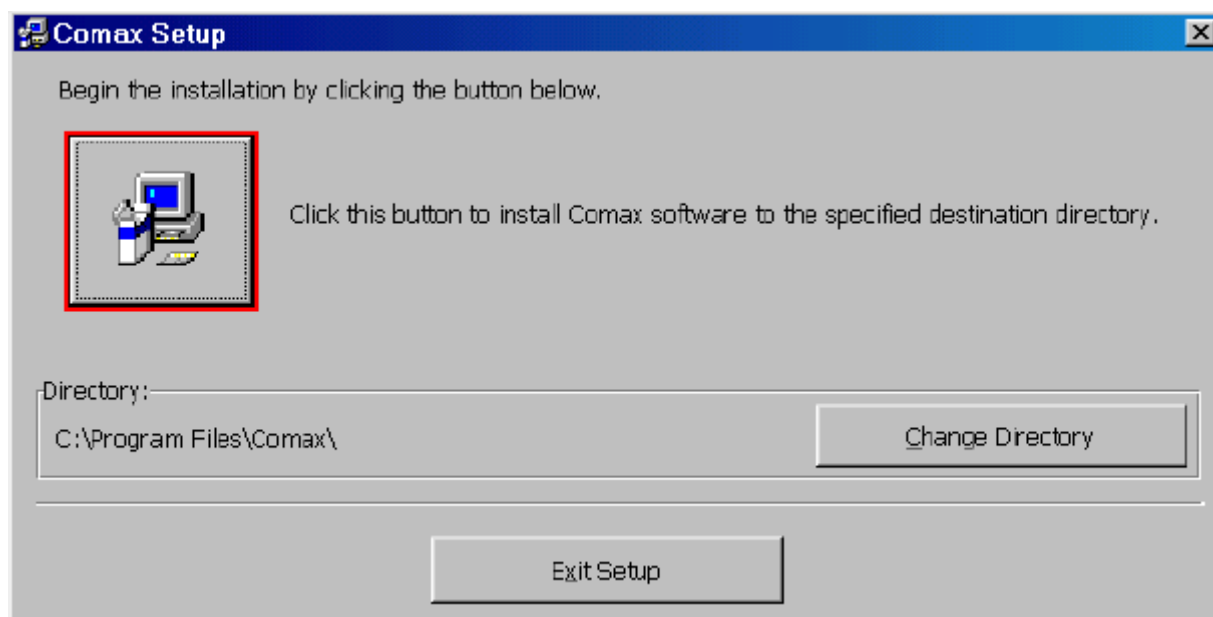

Рисунок 2 - Выбор места установки
2.1.5 По умолчанию ПО будет установлено в папку **C:\Program Files\Comax**. Для установки в другое место, щелкните кнопку **Change Directory** (Изменить директорию) и введите желаемое месторасположение программы (см. Рисунок 2).